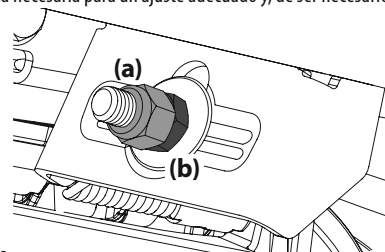

Figura 40
2. Retire el perno hexagonal, la arandela y la tuerca hexagonal cerca del centro del conjunto del pedal. Vea la Figura 40.
4. Vuelva a instalar el hardware que retiró anteriormente y apriete la tuerca a 28-35 pies-libras (38-47 N-m). Vea la Figura 40.
5. Para elevar el frente de la plataforma, extraiga la tapa de extremo, afloje la contratuercas exterior (a) y apriete (rosca hacia adentro) la tuerca interior (b) contra la ménsula de suspensión delantera. Consulte la Figura 40. Una vez alcanzado el ajuste adecuado, vuelva a ajustar la contratuercas exterior (a) y vuelva a colocar la tapa de extremo.
6. Para bajar el frente de la plataforma, extraiga la tapa de extremo, afloje la contratuercas exterior (a) y afloje (rosca hacia afuera) la tuerca interior (b) alejándola de la ménsula de suspensión delantera. Consulte la Figura 40. Cuando se logre el ajuste correcto, vuelva a apretar la contratuercas externa (a) hasta 57 pies-libras (77.28 N-m) y vuelva a colocar la tapa de extremo.